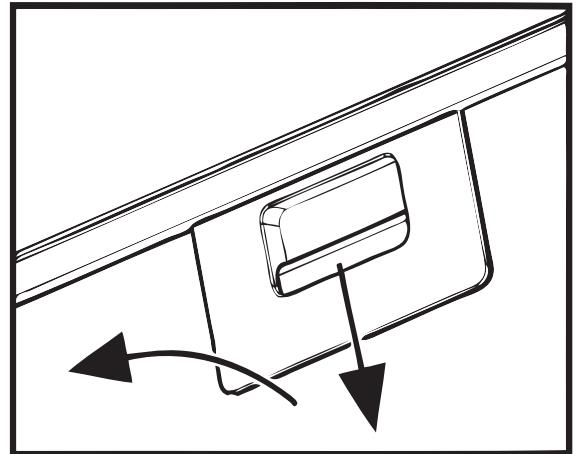

Рис.7
8.7 Для зняття алюмінієвого фільтра (**рис.7**) слід натиснути на пружинну засувку і, потягнувши на себе і вниз, зняти фільтр з панелі. Встановлення фільтру виконати в зворотному порядку.